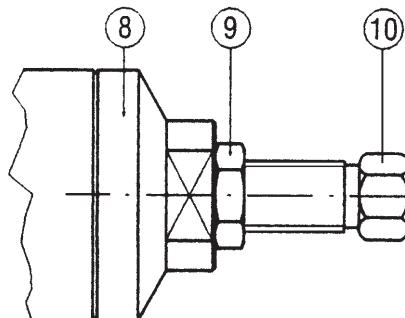

Fig. 19
- 4) Die Einstellung des Piloten 3 des Betriebsregelgerätes durch Drehen der Einstellschraube 10 im Uhrzeigersinn auf Maximum bringen (Abb. 19).
- 5) Die Drossel AR73 (2) auf Position 0 stellen.
- 4) Augmenter à fond l'étalonnage du pilote 3 en faisant tourner la vis 10 dans le sens horaire (fig. 19).
- 18) Genaue Einstellung des Regeldruckes durch wechselseitige Einstellung an der Drossel AR73 und am Pilotregler 30./..., bis der Wert des Einstelldrucks mit dem geringstmöglichen Skalenwert der Drossel AR73 erreicht wird; dann die Einstellschraube 10 des Pilotreglers mit der Sperrmutter 9 blockieren (Abb. 19).
- 18) *Ajuster le tarage en agissant alternativement sur la vanne régulatrice AR73 et sur le pilote 30./..., de façon à ce que la valeur de la pression de tarage soit obtenue avec une ouverture de la vanne AR73 la plus petite possible. Bloquer ensuite la vis 10 du pilote avec l'écrou 9 approprié (fig. 19).*